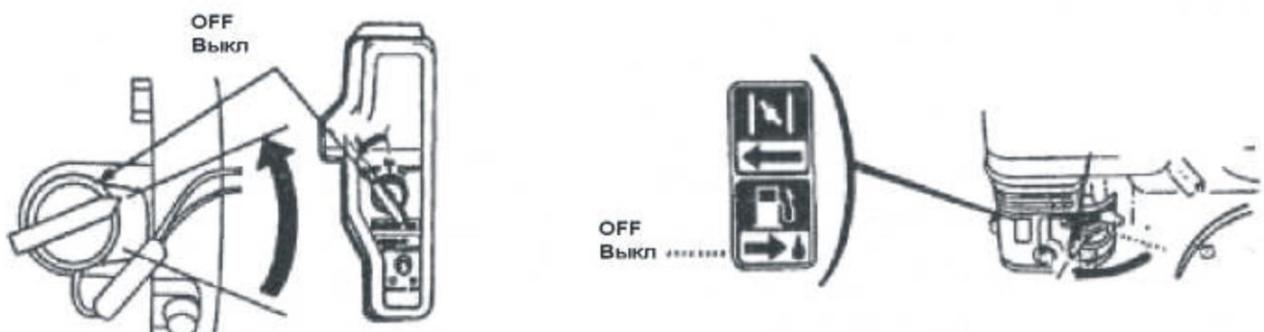

Рис.20
2. Поверните переключатель двигателя в положение «OFF» («Выкл.»). (Рис.20).
3. Поверните топливный кран в положение «OFF »(«Закрыто »). (Рис.20).